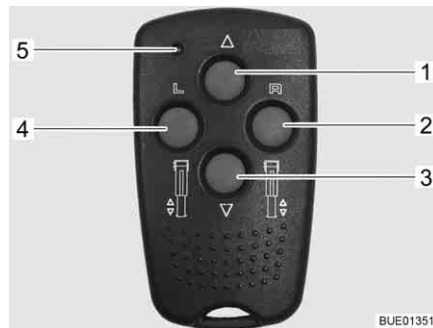
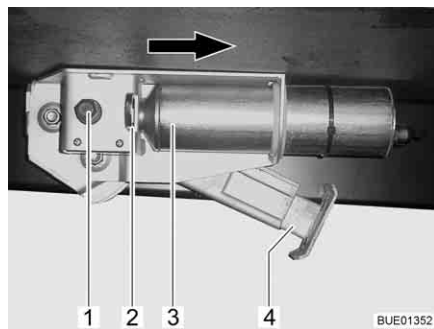

Bild 36 Fjärrstyrning för elektriska stödben
Bild 37 Elektriska stödben på fordonet
- Förval: Stödben vänster (Bild 36,4)
- Förval: Stödben höger (Bild 36,2)
- Köra in stödben (Bild 36,1)
- Köra ut stödben (Bild 36,3)
- Kontroll-LED (Bild 36,5)
Vid varje knapptryckning blinkar kontroll-LED:n (Bild 36,5).
- Tryck in förvalsknappen för stödbenssidan (Bild 36,2 eller 4) i ca 1 sekund.
- Tryck inom 2 sekunder in knappen "Köra ut stödben" (Bild 36,3) och håll den intryckt tills stödbenet (Bild 37,4) ligger an mot marken.
- Tryck inom 2 sekunder in knappen "Köra in stödben" (Bild 36,1) och håll den intryckt tills stödbenet (Bild 37,4) körts in helt. När stödbenet körts in helt ljuder en kontrollsignal.
- Tryck låsbygeln (Bild 37,2) inåt.
- Skjut motorn (Bild 37,3) i pilens riktning så långt det går.
- Kör in resp. ut stödbenet som ett mekaniskt stödben, med hjälp av sexkanten (Bild 37,1).
När störningen har åtgärdats: Skjut motorn till utgångsläget, i motsatt riktning mot pilriktningen. Dra ut låsbygeln (Bild 37,2) tills den hakar i.